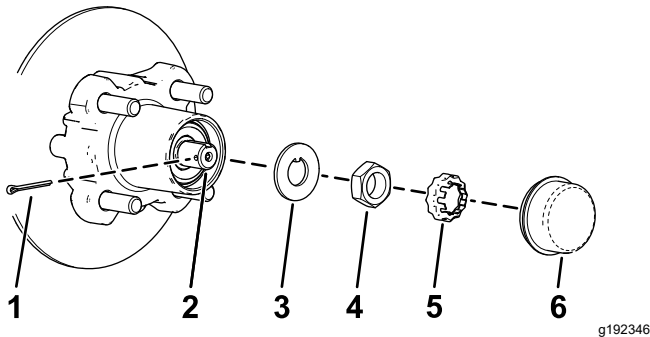
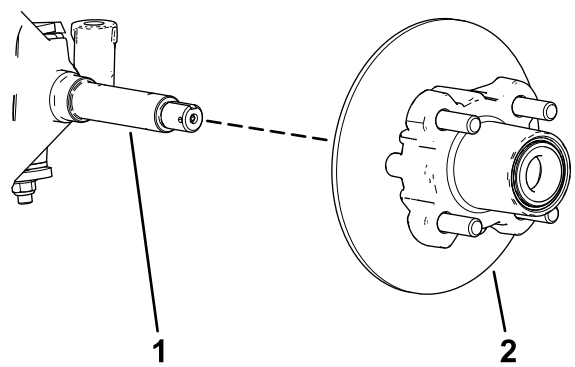

Bild 34
Bild 35
4. Nehmen Sie den Staubdeckel von der Radnabe ab (Bild 34).
5. Nehmen Sie den Splint und die Mutterbefestigung von der Spindel und der Spindelmutter ab (Bild 34).
6. Nehmen Sie die Spindelmutter von der Spindel ab und trennen die Radnabe und den Drehzylinder von der Spindel ab (Bild 34 und Bild 35).